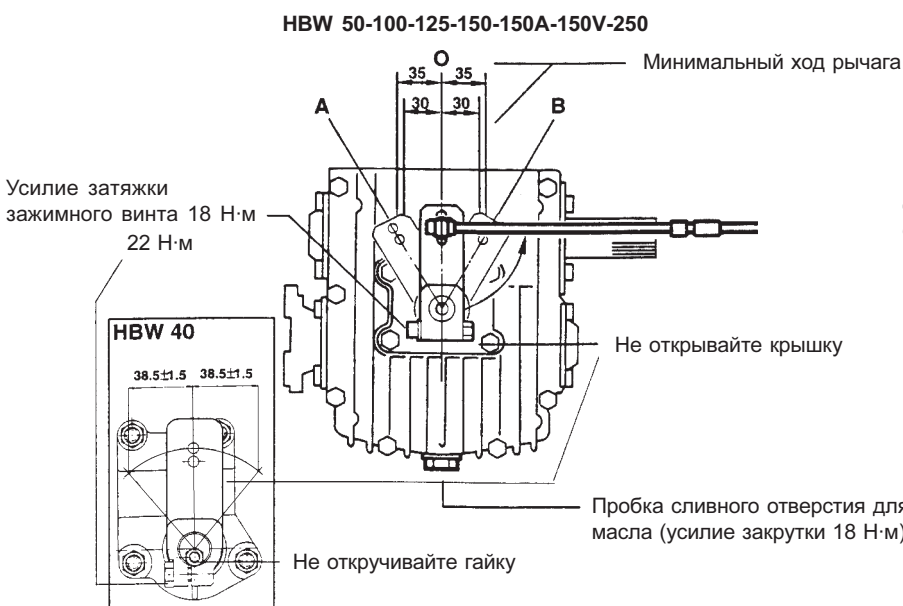

Рис. 3
3. Управление редуктором (см. рис. 3 и 3а).
Рис. 3а